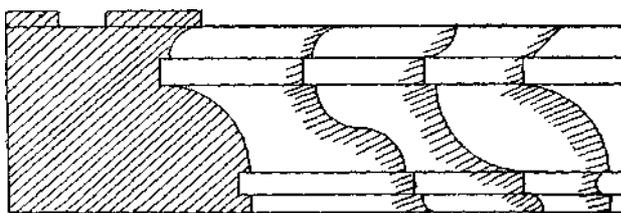

Fig. 98
*Como se risca um ferro de moldura* (Fig. 98). — Risca-se a moldura em tamanho natural, e traçam-se as linhas retas que separam cada um de seus membros. A parte negativa que se vê à esquerda é o ferro, aumentado apenas em cima para reforçar a ponta.